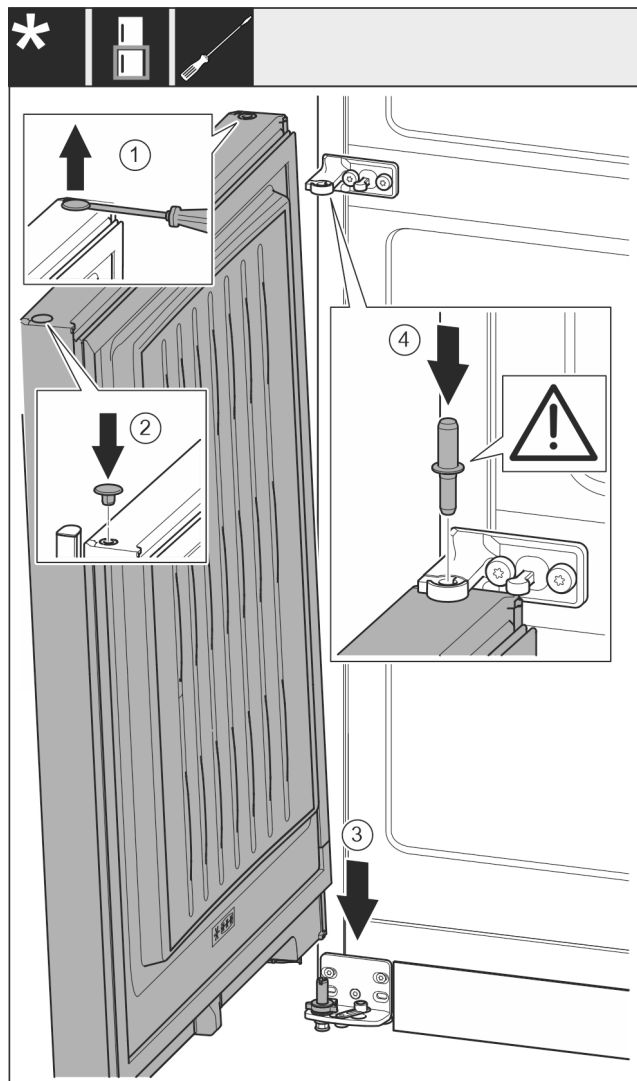

Fig. 17
- ▶ Ravnim odvijačem oprezno podignite čep i izvadite ga. Fig. 17 (1)
- ▶ Ponovo umetnite čep na drugoj strani vrata. Fig. 17 (2)
- ▶ Stavite vrata odozgo na donji svornjak ležaja. Fig. 17 (3)
- ▶ Umetnite srednji svornjak ležaja kroz srednji podložak ležaja u donja vrata. Pri tome pazite da je ispuščenje za blokiranje okrenuto prema otraga. Fig. 17 (4)